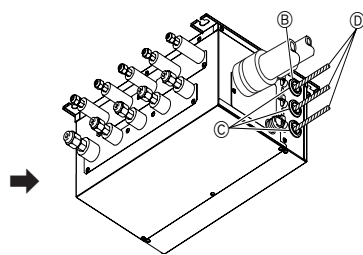

Fig. 9-2
3. Проведите проводку в ответвительную коробку. (Fig. 9-2)
7. Если ответвительная коробка устанавливается вне помещения, убедитесь, что впускные отверстия для проводов загерметизированы шпаклевкой для предотвращения проникновения дождевой воды. (Fig. 9-2)